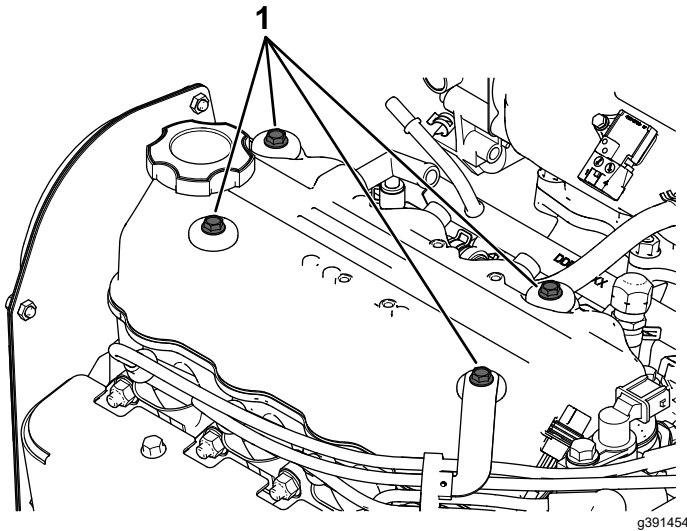

Figura 68
1. Retire del motor los 4 pernos que se muestran en la Figura 68.